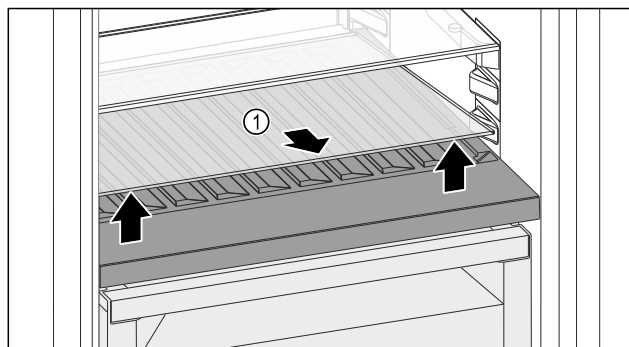

Fig. 149
- Sollevare il ripiano di vetro Fig. 149 (1) dall'incavo anteriore e rimuoverlo.
- Conservare il ripiano di vetro *Fig. 149 (1)* fuori dall'apparecchio in un luogo sicuro.